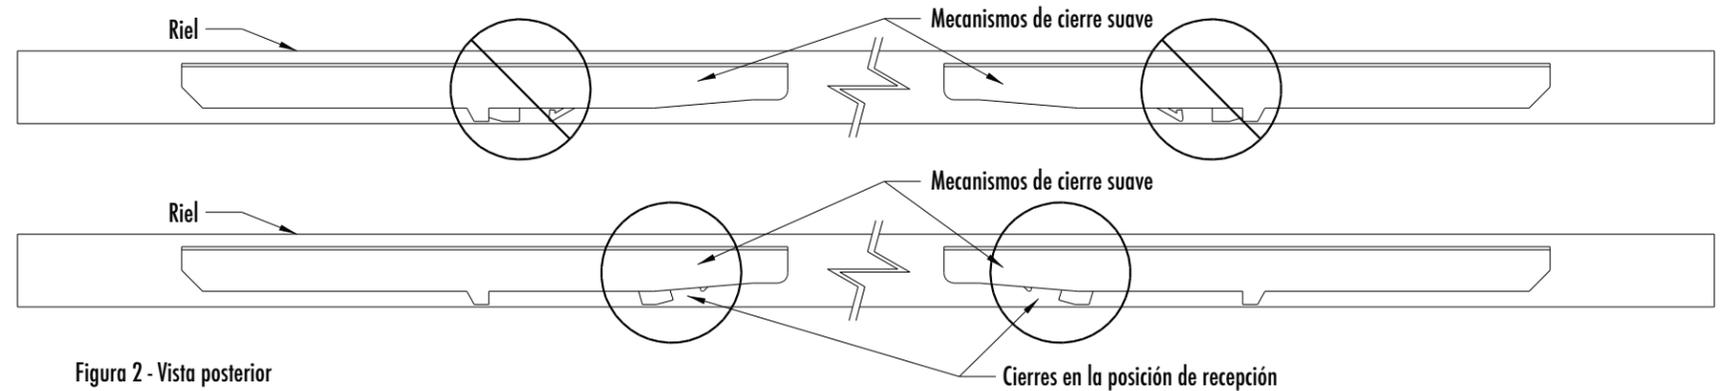

Figura 2 - Vista posterior
Paso 4) Con la puerta preparada, cuelga la puerta lista para instalar los brazos de gatillo. Nota: mantén la puerta alejada de los mecanismos de cierre suave para facilitar la instalación del brazo de gatillo. Antes de instalar, coloca ambos mecanismos de cierre suave en la posición de recepción del cierre. Si el cierre está en la posición cerrada (de no recepción), usa tu dedo para deslizarlo hasta la posición abierta (ver Figura 2). Repite el paso con el segundo mecanismo de cierre suave del riel para correcta operación.